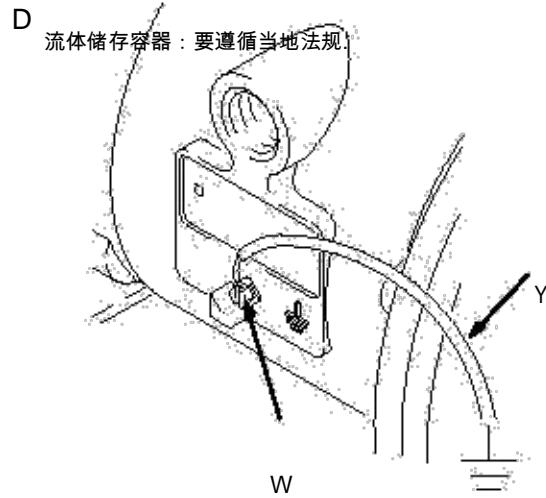

Fig. 1
- D 泵：连接一根地线如图1所示将其锁紧。松开接地螺丝（W）将最小面积为 1.5mm^2 地线（Y）的一段嵌入到螺丝的后边 并将螺丝锁紧。地线和紧固装置的序列号为：819.0157.